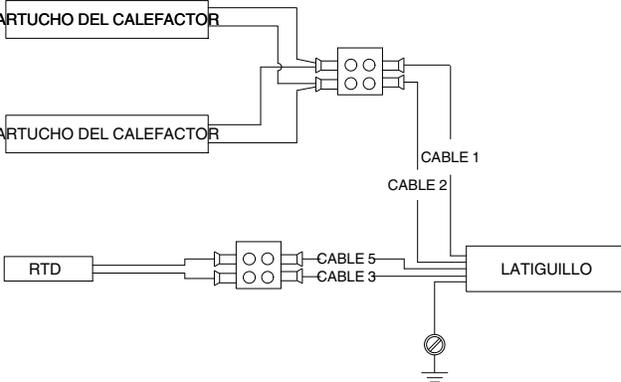

Figura 10 Reparaciones típicas para el cartucho del calefactor y el RTD
1. Ver la figura 10. Extraer los tornillos (1) que fijan la cubierta (2) a la caja del calefactor (4).
2. Extraer los tornillos (9) que fijan la cubierta de los cables (10) al cuerpo (5).
3. Soltar el tornillo correspondiente (3) en el conector (13) y extraer los cables (6).
4. Extraer el cartucho del calefactor (7) del cuerpo (5).
4. Extraer el RTD (8) del cuerpo (5).
5. Decapar el aislamiento de los cables (6) del RTD nuevo (8). Engarzar virolas nuevas (12) en los cables.
6. Aplicar un compuesto del disipador de calor (11) al RTD (8). Instalar el RTD en el cuerpo (5).
7. Insertar los cables (6) en el conector correspondiente (13) y apretar los tornillos (3).
8. Instalar la cubierta de los cables (10) en el cuerpo (5). Guiar los cables por la ranura, tal y como se muestra. Fijar la cubierta de los cables en el cuerpo utilizando los tornillos (9). Apretar bien los tornillos.
9. Instalar la cubierta (2) en la caja del calefactor (4) utilizando los tornillos (1). Apretar bien los tornillos.